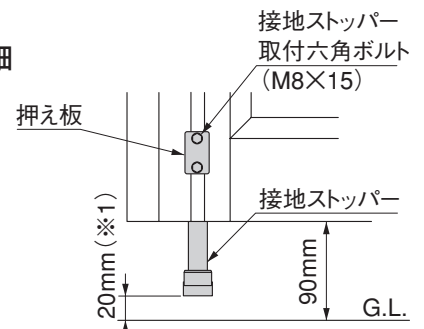

図8-2 B部詳細
- 3 接地ストッパーはG.L.から20mm(※1)浮かせた状態で仮止めをしてください。(図8-2 B図参照)